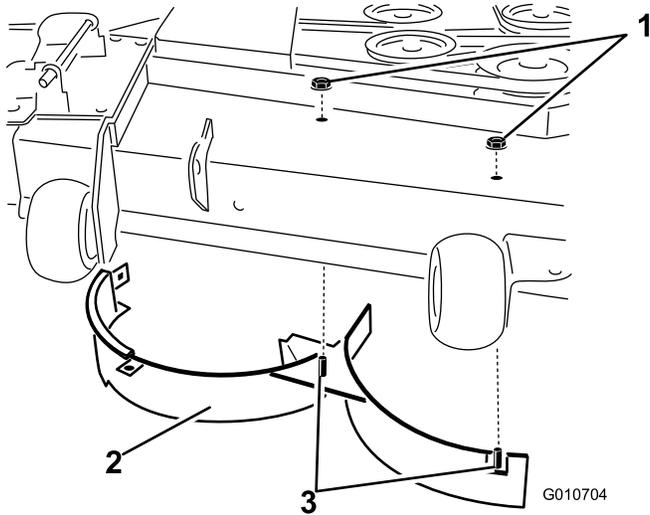

Bild 34
des rechten Ablenklechs oben am Mähwerk in der Mitte und rechts von der Mittelstellung befestigt sind (Bild 34).
12. Entfernen Sie die Schlossschraube und Sicherungsmutter, mit denen das rechte Ablenklech oben am Mähwerk befestigt ist, und nehmen Sie das rechte Ablenklech vom Mähwerk ab (Bild 34).